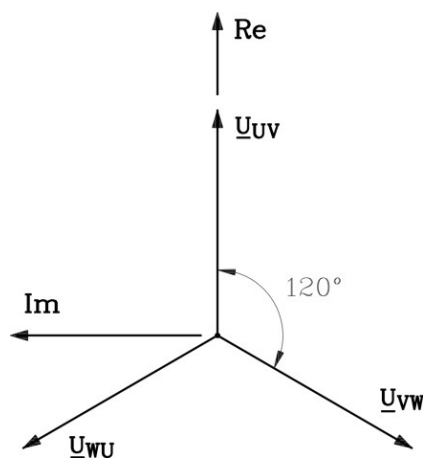

Bild 1.9-1: Symmetrisches Spannungssystem der verketteten Spannungen
- 2) $u_{VW}(t)$ eilt $u_{UV}(t)$ um 120° el. nach, $u_{WU}(t)$ eilt $u_{UV}(t)$ um $2 \cdot 120^\circ$ el. = 240° el. nach (Bild 1.9-1).